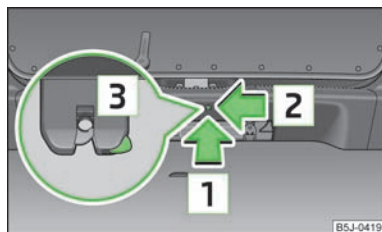

Fig. 17
- Introducir un destornillador o una herramienta similar hasta el tope en la abertura en el revestimiento en dirección de la flecha **1** » fig. 17.